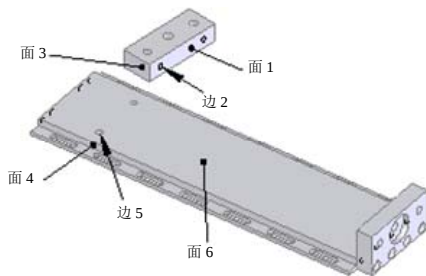
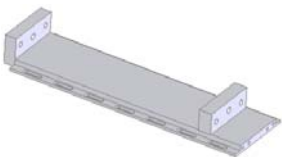

图 10-77 插入前挡板后的图形
图 10-78 配合后的图形
①插入前挡板。执行[插入]||[零部件]||[现有零件/装配体]菜单命令，插入前挡板。具体步骤可以参考上面的介绍，将前挡板插入到图中合适的位置，结果如图 10-77 所示。
②添加配合关系。执行[插入]||[配合]菜单命令，或者单击[装配体]控制面板中的[配合]按钮，将图 10-77 中的边 2 和边 5 设置为[同轴心]配合关系；将面 1 和面 6 设置为[重合]配合关系；将面 3 和面 4 设置为[平行]配合关系，结果如图 10-78 所示。